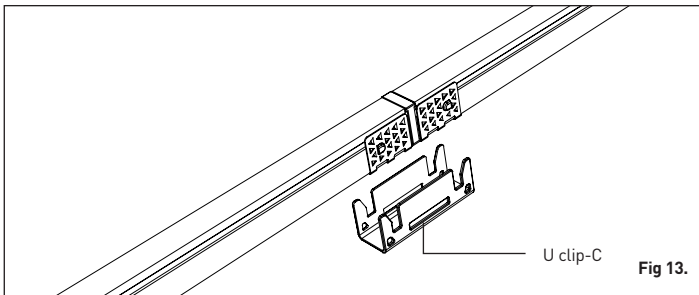

Fig 13.
4. Install the u clip-c from the bottom and then clear PC shell from the top of the neon strip (Fig 13 and Fig 14).
4. Installez le clip en U C par le bas puis retirez la gaine PC transparente du haut du ruban néon (fig. 13 et fig. 14).
4. Installieren Sie den U Clip-c von unten und dann die durchsichtige PC-Schale von der Oberseite des Neonstreifens (Fig 13 und Fig 14).